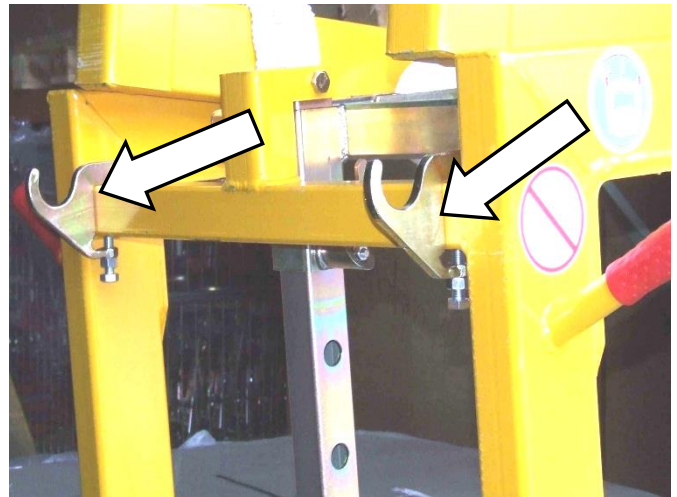

Abb. 7
6.) Netzhalterung ist nun einsatzbereit → Abb. 7